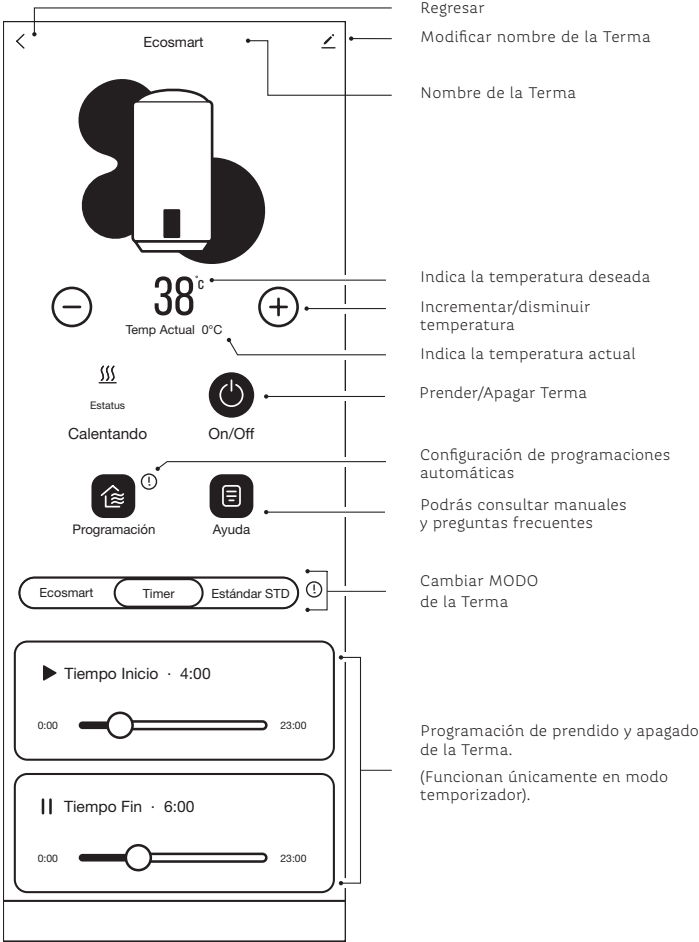

Figura 9.
a) Panel de mando: puedes controlar la Terma a través de tu *smartphone*. Para acceder al panel de mando, selecciona la pestaña **'Mi Hogar'** y posteriormente da clic sobre la Terma, se desplegará a continuación la siguiente pantalla (ver Figura 9).